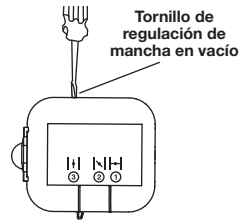

Fig. 19
La velocidad de mancha en vacío del motor se puede ajustar. Hay un tornillo de regulación de mancha en vacío entre la tapa del filtro de aire y la tapa del motor (Fig. 19).
2. Suelte el gatillo y deje que el motor se mantenga en marcha en vacío. Si el motor se para, inserte un destornillador Phillips pequeño entre la tapa del filtro de aire y la tapa del motor (Fig. 19). Gire el tornillo de regulación de mancha en vacío 1/8 de vuelta en el sentido de las agujas del reloj, a la vez, hasta que el motor se ponga en mancha en vacío suavemente.